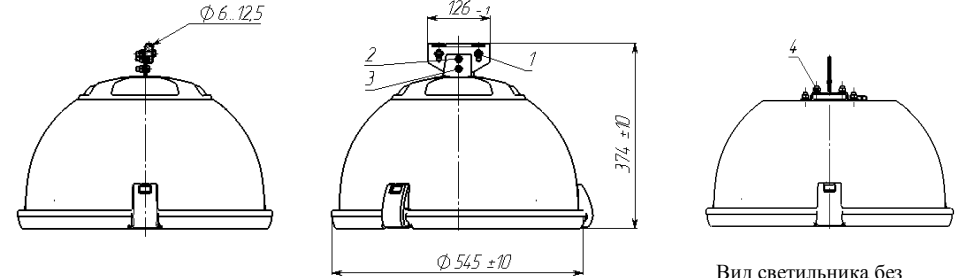
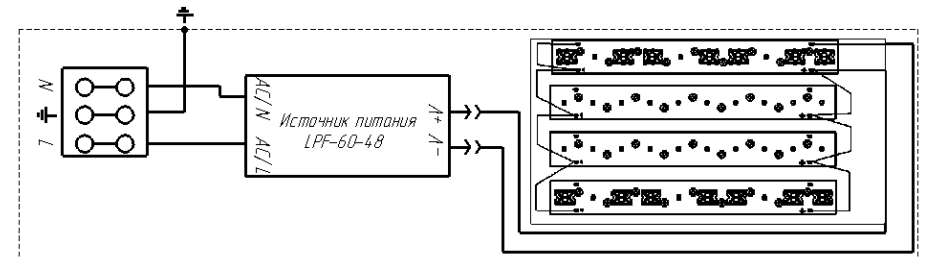

Рисунок 1
Рисунок 2
2.1 Светильник ДСУ01-40-011 У1 «Дельта» (рисунок 1) предназначен для наружного освещения: освещения улиц и дорог, дворов, проездов, автостоянок, железнодорожных платформ, складских помещений.
5.1 Светильник подвешивают на несущий трос $\varnothing 6...12,5$ мм и закрепляют болтами (1) (см. рисунок 1 и рисунок 2). В верхней части корпуса нанесена маркировка в виде стрелок, указывающая направления максимальной силы света светильника в вертикальной плоскости. Узел крепления обеспечивает поворот светильника, как в горизонтальной плоскости – до 360° так и, в вертикальной - до 33° . Это позволяет устанавливать светильник на трос натянутой вдоль или поперёк проезжей части, а также на трос, установленный наклонно. Светильник ориентируют под требуемым углом в вертикальной плоскости и фиксируют в нужном положении болтами (2), (3) с усилием не менее 8 Н.м.
Провода сети подсоединить к клеммам колодки-разъема в соответствии с маркировкой, нанесенной у колодки-разъема по схемам включения (рисунок 2). Заземляющий провод подсоединить к клемме колодки-разъема, маркированной знаком заземления.